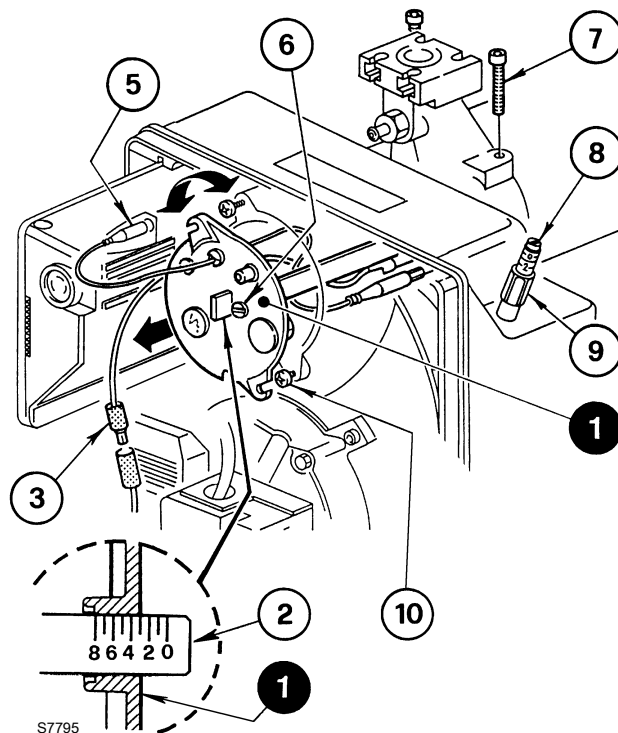

图 13
通过顺时针或反时针转动调节螺丝 6) (图 13) 进行调整, 直到调节杆 2) 上的刻痕与与燃烧头总成 1) 的外表面对齐。
在图 13 中, 燃烧头调节杆设定在刻痕 3。
要拆卸燃烧头总成 (图 13), 需要:
拆卸时注意不要改变在弯头 - 支架 (2) (图 13) 上的设定位置。
按照上述相反顺序重新安装, 重新定位燃烧头总成 1) (图 13) 至原始位置。
将螺钉 7) (图 13) 拧到底, 无需锁止。以拧紧力矩 3 - 4 牛米锁紧。